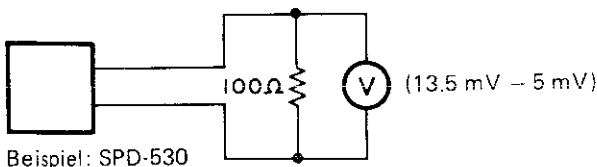

Abb. 14
Steht kein Laser-Leistungsmesser zur Verfügung, die Komponenten ① bis ③ gemäß der Anordnung in Abb. 14 zusammenschalten.